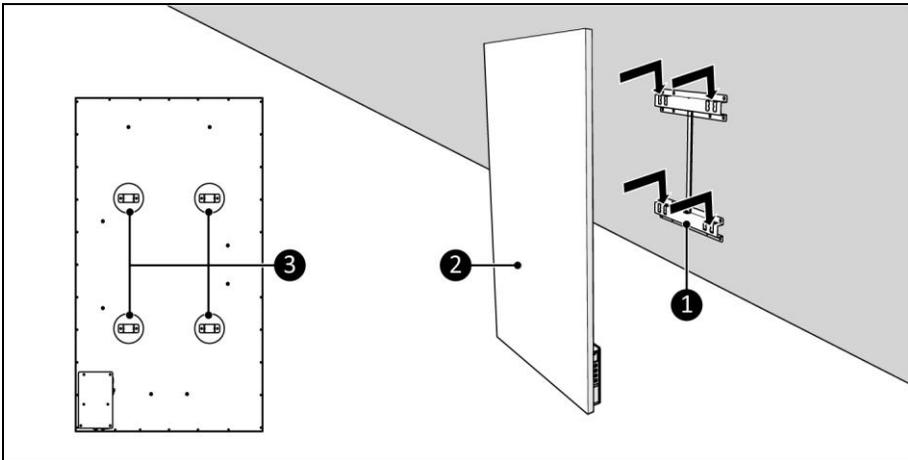

Abbildung 9
5. Platzieren Sie die Gerätehalterungen (Abbildung 9, Pos. 3) über die Wandhalterung (Abbildung 9, Pos. 1).
6. Lassen Sie das Gerät (Abbildung 9, Pos. 2) in die Öffnungen der Wandhalterung gleiten (Abbildung 9, Pos. 1).